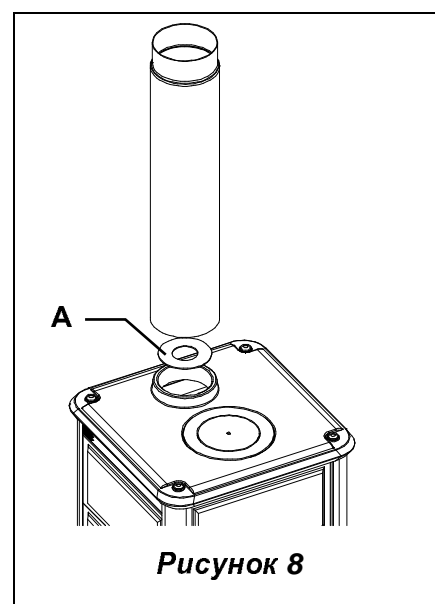

Рисунок 8
**ВНИМАНИЕ:** для увеличения КПД печи модель Dorella L8 можно запросить устройство, которое устанавливается в крепёжный хомут дымохода, как указано на Рисунок 8 пол. А.